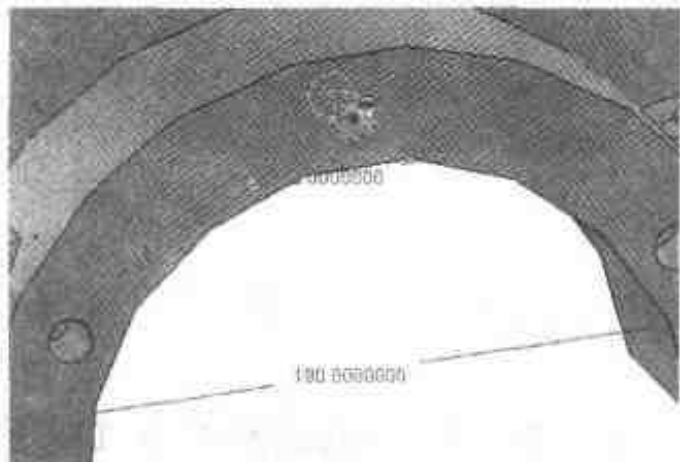

图 2.47 完成孔复制
(16) 打开【三维球】，将自定义孔向上移动 10，按空格键单独移动三维球，向下移动 80，再次按空格键，然后利用旋转复制将自定义孔分别向左右各复制一个，结果如图 2.47 所示。